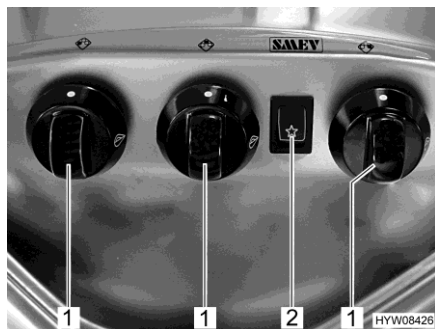

Fig. 192 Boutons de commande (réchaud à gaz)
- Tourner le bouton tournant (Fig. 192,1) du brûleur désiré en position d'allumage (grande flamme).
- Appuyer sur le commutateur à bascule (Fig. 192,2). Le brûleur produit des étincelles.